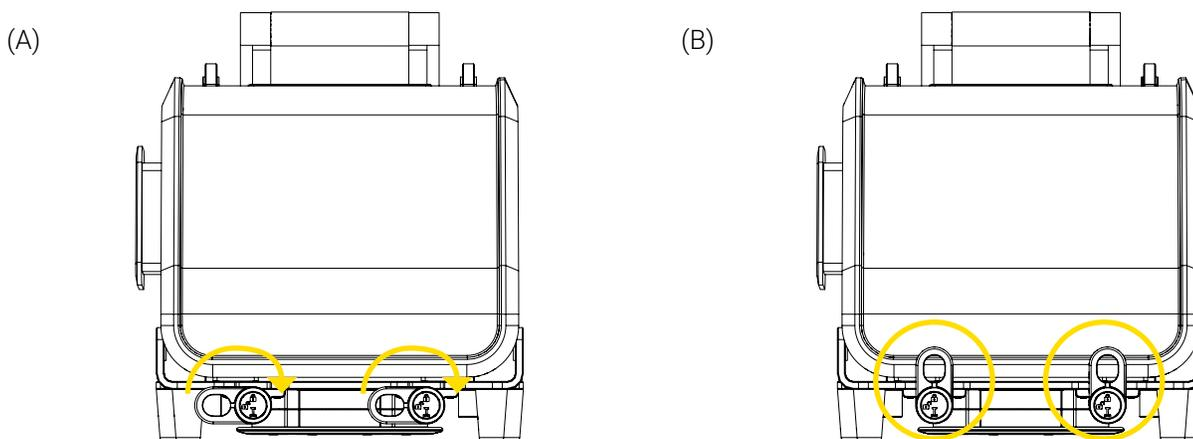

Figure 4: Verrouillage du support Bracket Pro Serie 60 - GR
3. Tourner les deux (2) verrous rotatifs un quart de tour dans le sens horaire à la position verrouillée  afin de sécuriser l'appareil médical dans le support (Figure 4).